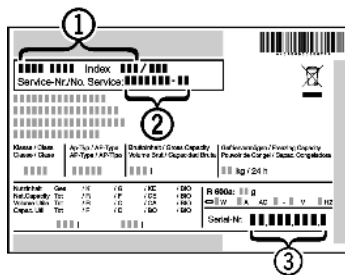

Fig. 53
- ▶ Прочетете от идентификационната табелка означението на уреда Fig. 53 (1), сервизния № Fig. 53 (2) и серийния № Fig. 53 (3). Идентификационната табелка се намира на лявата вътрешна стена на уреда.